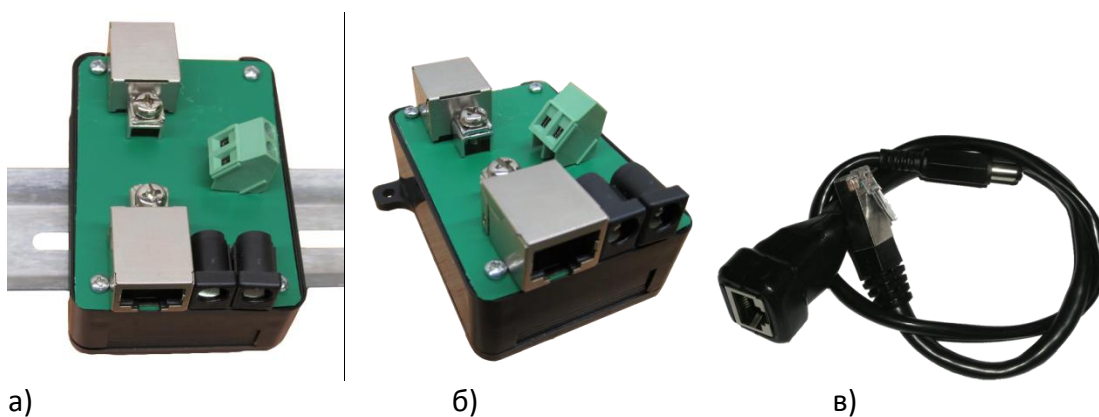

Рисунок 1. Внешний вид устройств серии PoET.
- в пластиковых корпусах, имеющих сменное крепление: для монтажа на рейку DIN (рис. 1а), или проушины для монтажа на поверхность (рис. 1б), оборудование и линейный кабель подключаются через разъемы 8P8C;
- инжектор/сплиттер Passive PoE **Commeng PoET IS f/f** (рис. 1 а,б); подключение кабеля и оборудования через 8-контактные разъемы; ввод/вывод питания через разъемы или клемму;
- сплиттер Passive PoE **Commeng PoET Sm** (рис.1в).